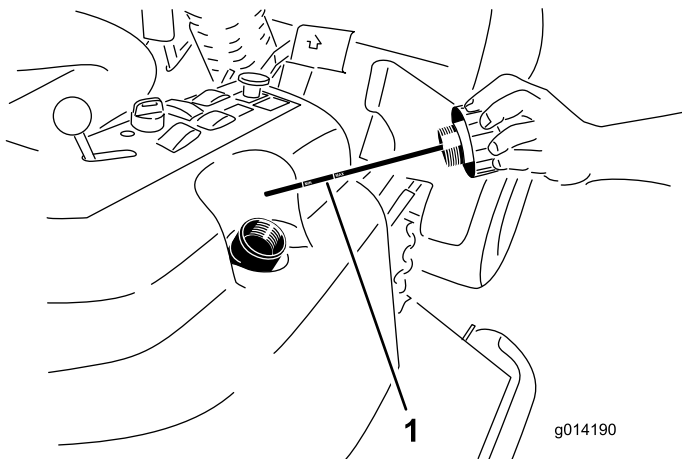

Bild 62
2. Nehmen Sie den Deckel des Hydraulikbehälters vom Einfüllstutzen ab (Bild 62).
3. Nehmen Sie den Messstab heraus und wischen Sie ihn mit einem sauberen Lappen ab (Bild 62).
4. Stecken Sie den Messstab in den Einfüllstutzen und ziehen ihn dann heraus, um den Ölstand zu prüfen (Bild 62).